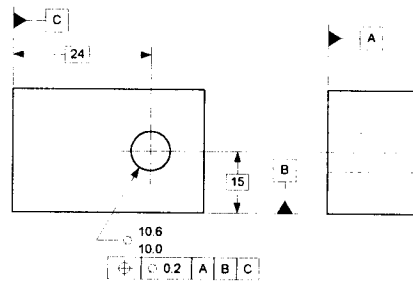

Figura 7
43. En la Figura 7, la frontera de peor caso para el barreno es